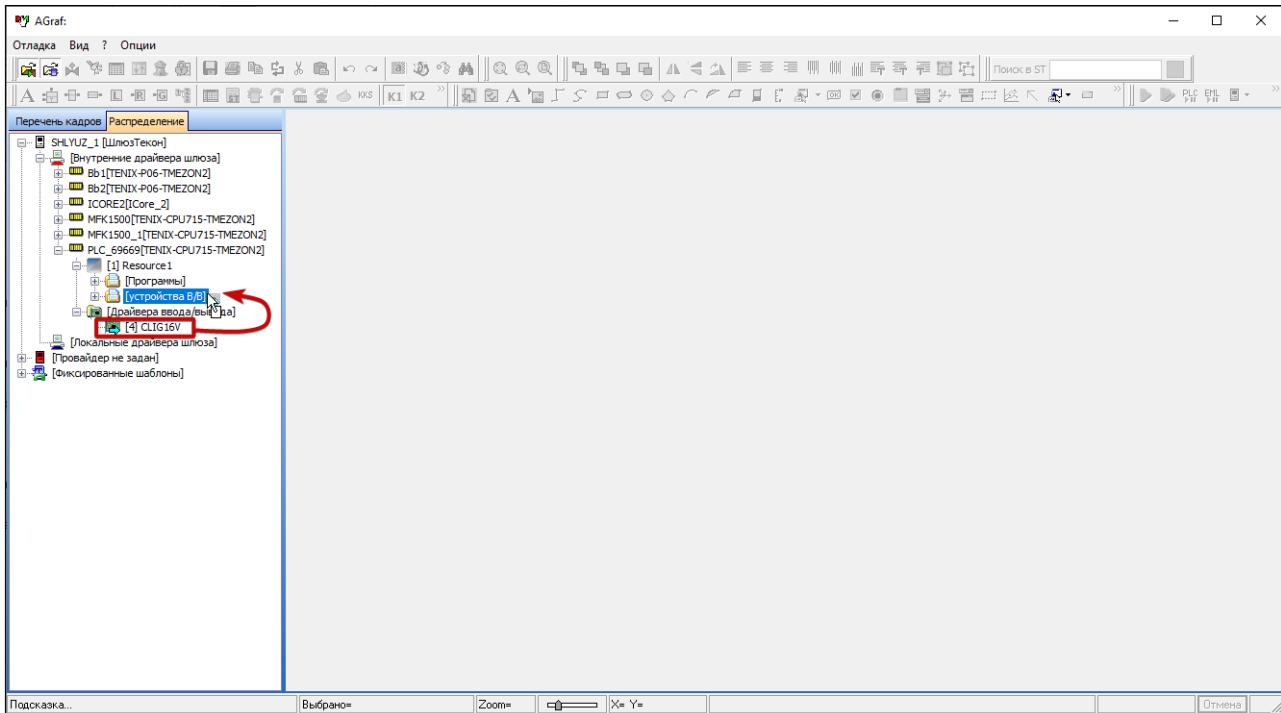

Рисунок 8.4. Добавление модуля ввода/вывода в ресурс
4) Добавьте в ресурс нужные модули ввода/вывода (рис. 8.4. Для этого: